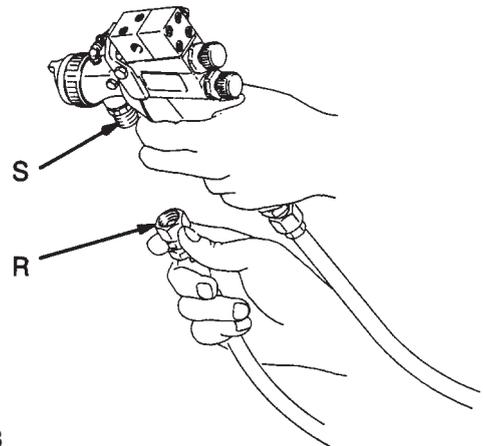

Fig. 3
- A. Materialschlauch (R) mit dem Pistolenklebereinlass (S) verbinden, dieser hat ein 3/8–18 NPSM (R 3/8–19) Verbundgewinde. Siehe Abb. 3.